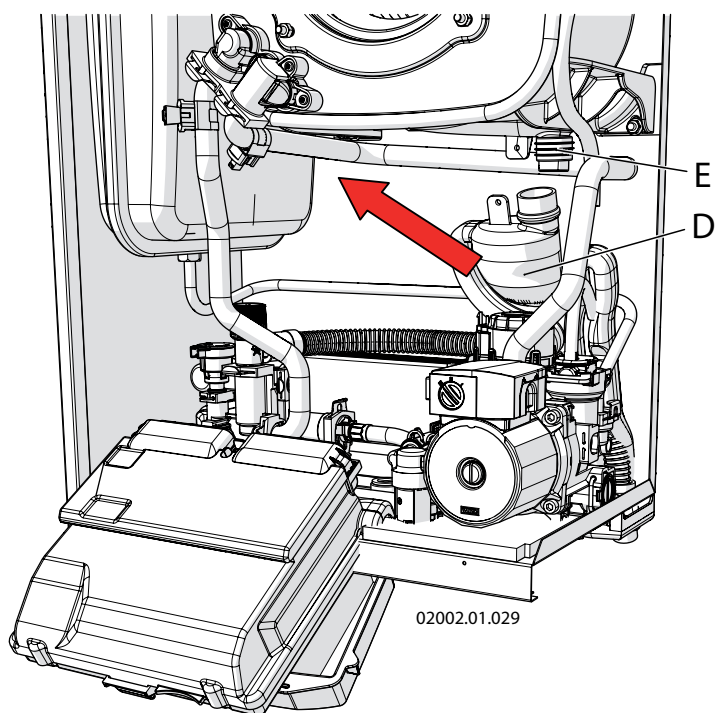

Figura 8-6 - Smontaggio sifone raccogli condensa
- 1.- con la caldaia accesa, aprire al massimo un rubinetto dell'acqua calda sanitaria in modo che il bruciatore si pone alla potenza massima e il livello di liquido presente all'interno del serbatoio del sifone "D" (vedi figura 8-6), si abbassa;
- 7.- estrarre verso l'esterno il sifone (vedi figura 8-6) facendo attenzione a scollegare i tubi di raccolta dell'acqua proveniente dalla parte superiore della caldaia e dalla valvola di sfogo aria.